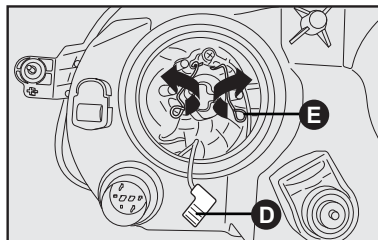

fig. 17
- Soltar el conector eléctrico **D-fig. 17** (luz alta) o el conector eléctrico de la lámpara de luz baja;
- Para quitar la lámpara de luz alta, tirar del elemento de fijación **E-fig. 17**, abriéndolo lateralmente;
- Para posicionar la nueva lámpara de luz alta en su alojamiento, reenganchar el elemento de fijación **A-fig. 17** y recolocar el conector **D-fig. 17**;